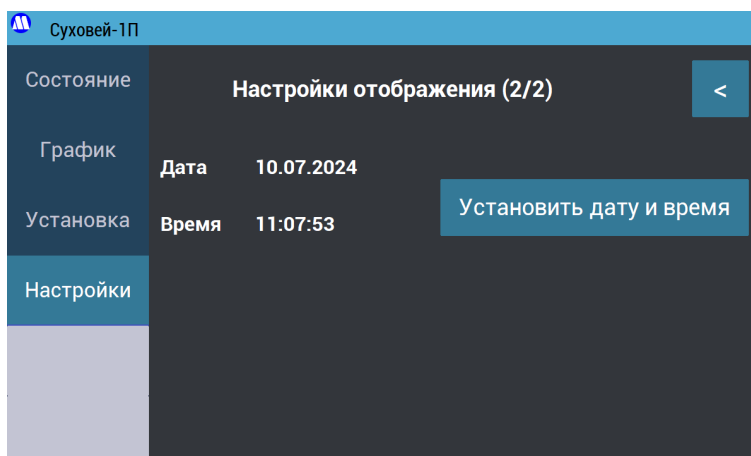

Рисунок 16 – Экран «Настройки отображения», страница 2.
7.2.11.2. Для доступа ко второй странице экрана «Настройка отображения» нажмите на стрелку в правом верхнем углу. На второй странице экрана «Настройка отображения» есть возможность просмотра и установки текущего времени генератора (Рисунок 16).